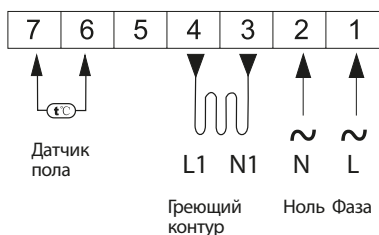

Рисунок 4. Схема подключения
- присоедините провода к клеммам термостата согласно схеме на тыльной стороне термостата или см. рисунок 4;